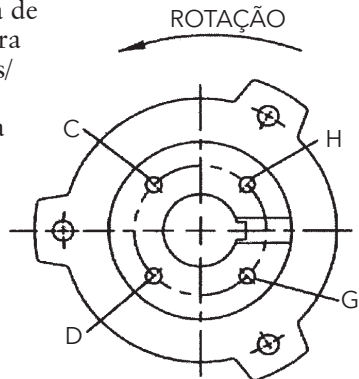

Figura 11
Monte o conjunto da placa de tensão conforme mostrado na Figura 11.
NOTA: o ajuste do eixo para cima ou para baixo é realizado girando a porca de ajuste (604) na Figura 11.
NOTA: existem cinco orifícios na porca de ajuste e apenas quatro no acoplamento do motor. Consulte a Figura 11.